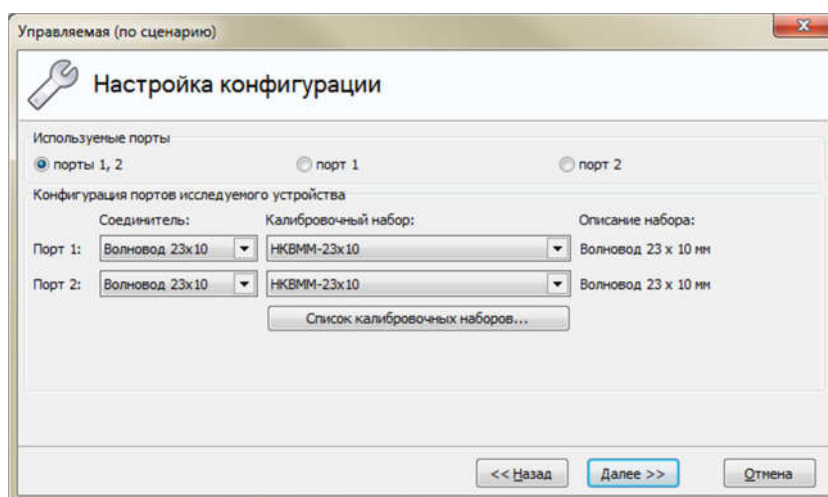

Рисунок 2.162 – Конфигурация калибровки для TRL калибровки в окне калибровки «Управляемая (по сценарию)»
- Выбрать подменю «Мастер калибровки» вкладки «Калибровка» главного меню ПО. В появившемся окне «Мастер калибровки Р4М» выбрать метод калибровки³⁾. После нажатия кнопки «Далее» в окне настройки конфигурации выбрать радио-кнопку «порт 1, 2» (рисунок 2.162). Задать соединители ИУ в полях «Волновод...» и набор калибровочных мер в полях «Калибровочный набор», соответствующие сечению волноводного тракта ИУ. Нажать кнопку «Далее»⁴⁾.